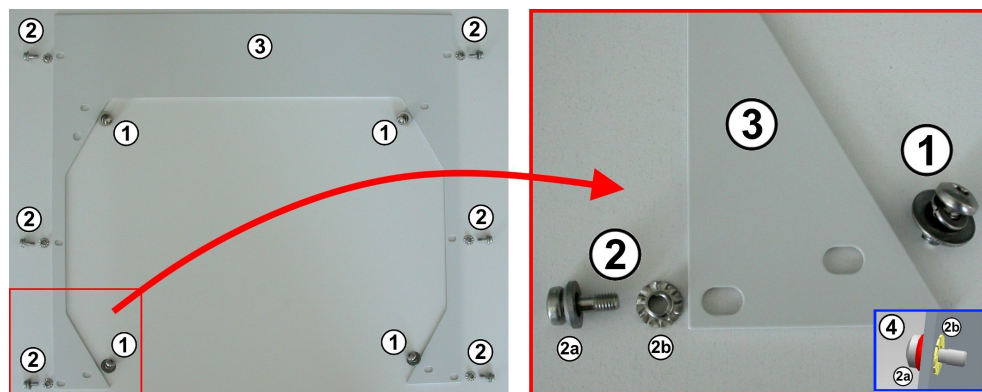

Figura 6-6: Haga coincidir los tornillos y arandelas con los distintos agujeros de la cubierta de chapa metálica para el rack
8. Fije los seis tornillos, arandelas y tomas de tierra (marcadas con el número (2) en la figura 6-6) en los seis agujeros externos de la cubierta de chapa metálica para el rack.
Asegúrese de introducir las tomas de tierra (2b) desde el lado trasero de la cubierta de chapa, y los tornillos M5 y las arandelas pequeñas (2a) desde el lado frontal. En la figura 6-6, se muestra el resultado al detalle (4). Una vez haya introducido y atornillado las tomas de tierra, no puede retirar los tornillos M5 de la chapa metálica.
10. Fije la cubierta de chapa metálica para el rack a las **tuercas de jaula M5** del rack con los seis tornillos (2) como se muestra en la figura 6-6.
11. Fije la cubierta de chapa metálica a la cámara utilizando los cuatro tornillos y arandelas (1) como se muestra en la figura 6-6.